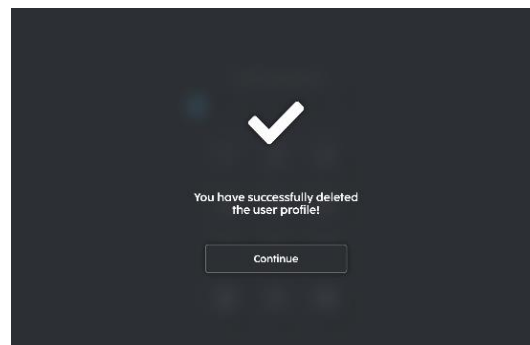

FIGURE 3-30
4. L'utilisateur a été supprimé avec succès (Fig. 3-30).